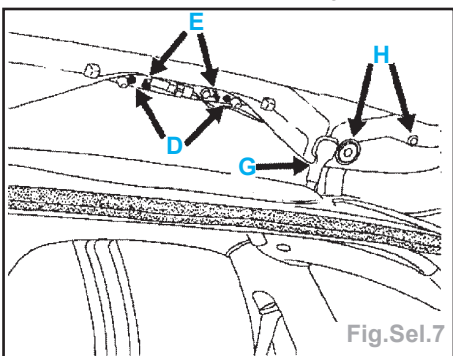

Fig.Sel.7
- les deux vis de fixation du troisième feu stop et le déclipser en (E) (Fig.Sel.7).
- Dégager le faisceau antibrouillard (G) (Fig.Sel.7).
- les quatre vis de fixation de la lunette ouvrante (H),